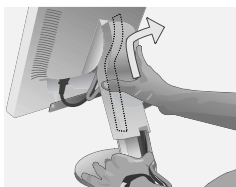

Рисунок S.1
1. Возьмите монитор с двух сторон и установите его в самое верхнее положение. Снимите крышку кабельного отсека (Рисунок S.1).